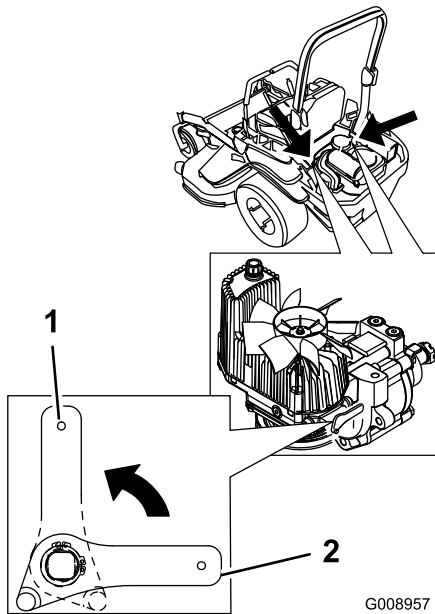

Bild 35
2. Drehen Sie zum Schieben der Maschine die Hebel des Ablassventils in die vertikale Stellung (Bild 35).
4. Stellen Sie die Ablassventilhebel zum Verwenden der Maschine horizontal (Bild 35).